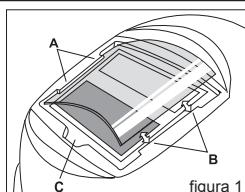

figura 1
Sostituzione della lente di copertura anteriore: Sostituire la lente anteriore se è danneggiata (incrinata, sporca o butterata). Posizionare un dito nella fessura (C) sul bordo inferiore della lente di copertura e flettere la lente verso l'alto finché non fuoriesce dai bordi contrassegnati con A e B (fare riferimento alla figura 1).